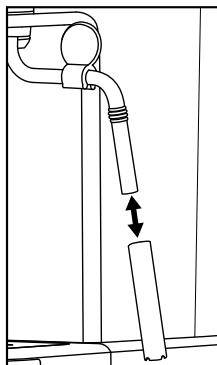

Figure 1
- 1) Tenez un récipient vide sous le mousseur à lait ⑩.
- 2) Juste après utilisation, tournez le régulateur de vapeur ⑦ sur « / » et laissez s'échapper la vapeur quelques secondes.
- 3) Fermez le régulateur de vapeur ⑦ (tournez jusqu'à la butée dans le sens « ● »), arrêtez l'appareil et débranchez la fiche secteur.
- 5) Retirez la gaine du mousseur à lait ⑩ (figure 1) et la nettoyer soigneusement à l'eau chaude.
- 7) Glissez à nouveau la gaine sur la buse (figure 1).